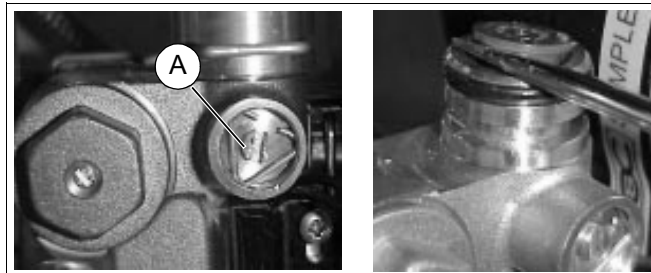

Рис. 1 Регулировка расхода воды
Расход воды 12 (14) л/мин обеспечивается при давлении на входе 2 бара. При входном давлении, значительно превышающем 2 бара, расход может быть снижен до 12 (14) л/мин. Для этого нужно повернуть болт (рис. 1, **поз. А**) по часовой стрелке. Если же давление на входе меньше 2 бар, то расход воды в 12 (14) л/мин можно достичь, вращая винт (рис. 1, **поз. А**) против часовой стрелки. Если в этом случае не удастся установить расход в 12 (14) л/мин, то регулятор расхода можно снять.